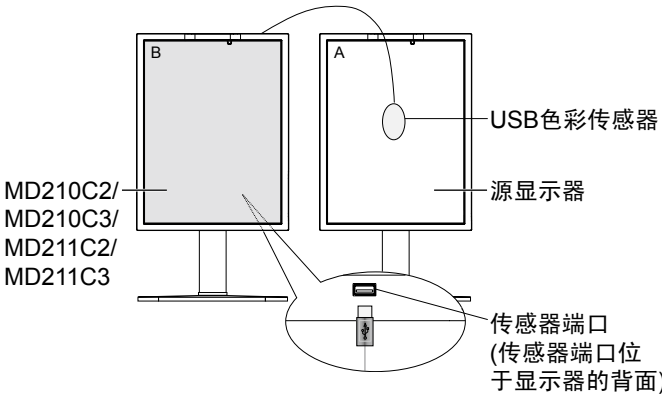

图 C.1
- 要显示 CALIBRATION (校准) 菜单，将 USB 色彩传感器插入传感器端口 (图 C.1) 或选择高级菜单 (第 22 页) 中的 STAND ALONE CALIBRATION (独立校准)。
- 该程序会请求将 USB 色彩传感器放置在显示面板的中心 (图 C.4)。将显示面板后倾 5° 左右并将 USB 色彩传感器放置在显示面板的中心 (图 C.1)。